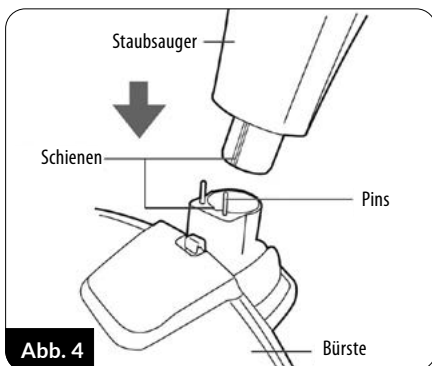

Abb. 4
6. Die Elektrobürste (14) an der unteren Buchse des Hauptgriffs anbringen. Achten Sie darauf, die empfindlichen Pins nicht zu beschädigen. Die Griffeinheit verfügt über eine Schiene, auf der die Elektrobürste in der korrekten Position (Abb. 4) montiert werden kann.